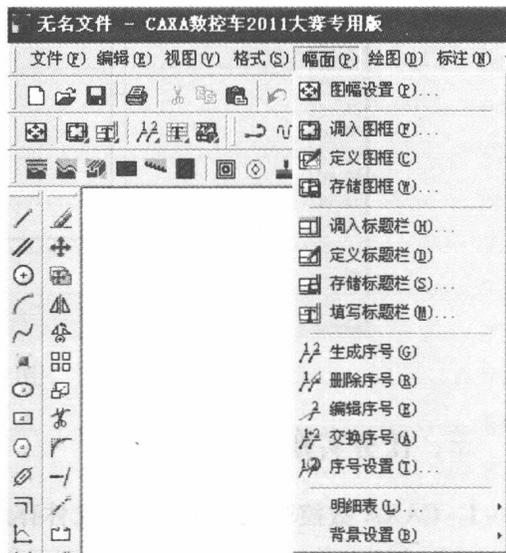
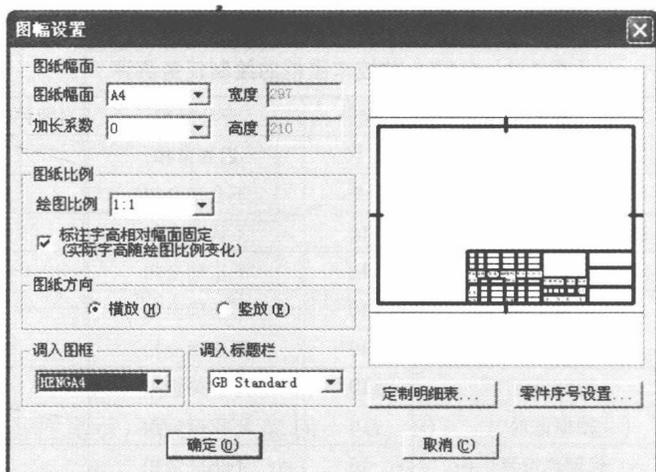

图 1-3 幅面的选择
图 1-4 图幅设置
2) 单击菜单【幅面】，如图 1-3 所示，首先进行图幅设置，如图 1-4 所示。